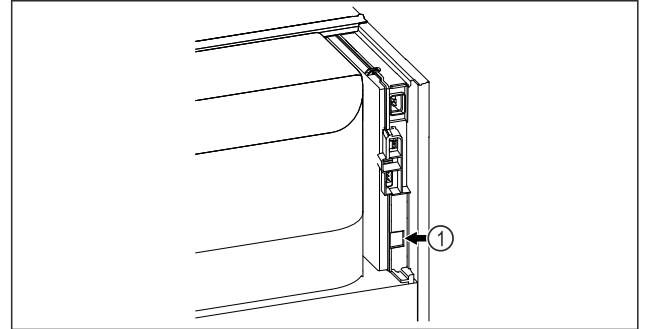

Fig. 127
- Moduli SmartModule Fig. 127 (1) është vendosur.